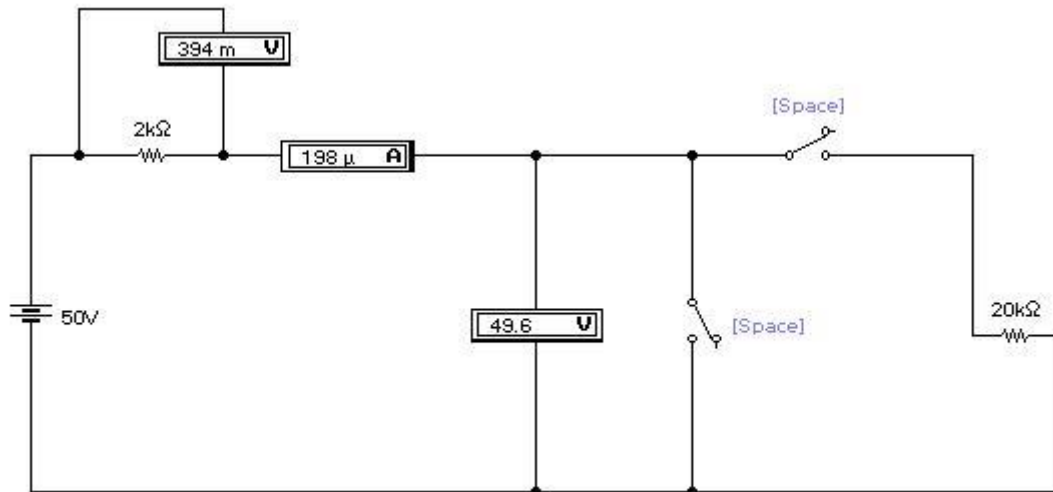

Рис.2.
3.. В исследуемой цепи разомкнем ключ SA2, тем самым реализуем режим холостого хода (XX). Снимем показания измерительных приборов (рис. 2):